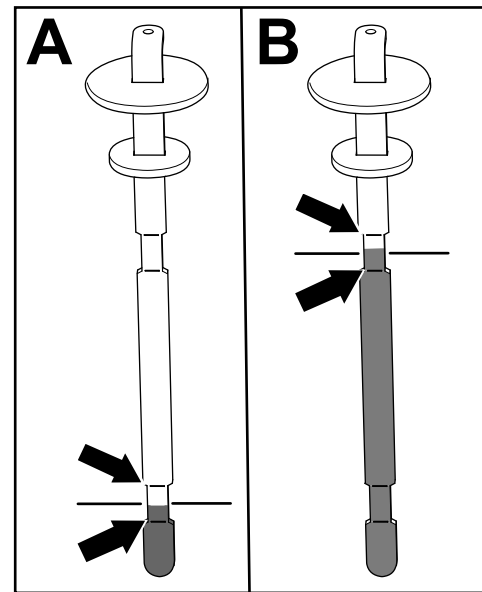

Figure 80
5. Ressortez la jauge et vérifiez le niveau de liquide (Figure 80).
- Si l'unité de coupe est montée sur la machine : le niveau de liquide hydraulique est correct quand il se situe entre les 2 repères inférieurs sur la jauge (A de la Figure 80). Il est également acceptable que le niveau de liquide dépasse les repères inférieurs.
- Si le kit système hydraulique auxiliaire est monté sur la machine : le niveau de liquide hydraulique est correct quand il se situe entre les 2 repères supérieurs sur la jauge (B de Figure 80).